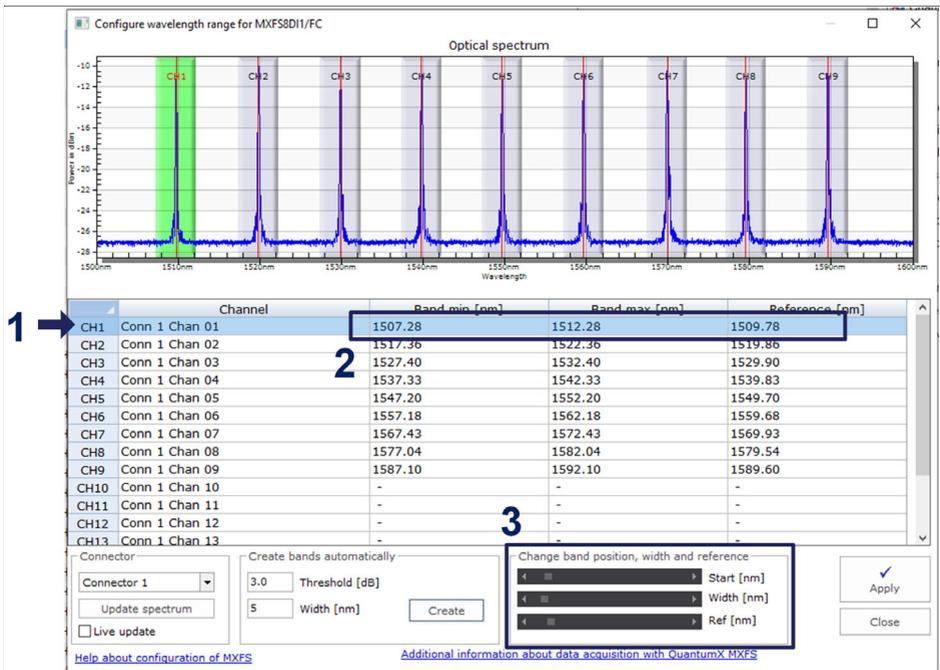

Fig. 5.12 Ajustement des bandes
- ▶ sélectionnant la ligne de la voie désirée (la ligne sera surlignée en bleu dans le tableau et la bande sera surlignée en vert sur le graphique) - numéro 1 sur la Fig. 5.12 ;
- ▶ écrivant dans le tableau la valeur minimale de la bande, la valeur maximale de la bande et la longueur d'ondes de référence - numéro 2 sur la Fig. 5.12
- ▶ ou en ajustant la valeur minimale de la bande, la valeur maximale de la bande et la longueur d'ondes de référence à l'aide des barres de défilement situées en bas - numéro 3 sur la Fig. 5.12.